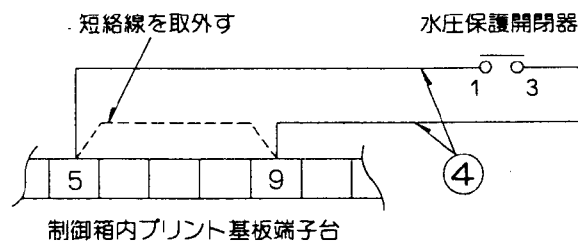

図 2
- 1). 本体制御箱内のプリント基板上端子台の5番, 9番間の短絡線を取外し、図2の様に配線してください。
- 2). 配線接続完了後、適当な位置に結束バンド⑩にて配線を固定してください。